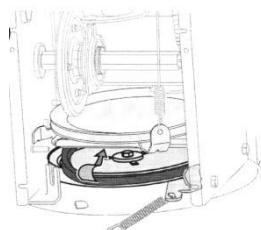

Fig. 18
- Freza este atașată la axul în spirală cu două șifturi de siguranță și un șift spintecat. Dacă freza atinge un obiect străin sau o acumulare de gheăță, aruncătorul este proiectat de așa natură ca șifturile să se rotească. Vezi Fig. 18.
- Strecuți cureaua de direcție printre roata de fricțione și discul acesteia. Vezi Fig. 18.